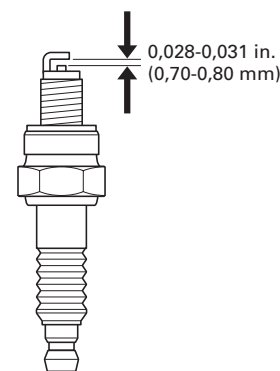

Fig.19
5. Mesurer l'écartement des électrodes avec une jauge d'épaisseur. Le corriger si nécessaire en courbant avec soin l'électrode latérale (Fig. 19). L'écartement doit être de 0,028-0,031 in. (0,70-0,80 mm).